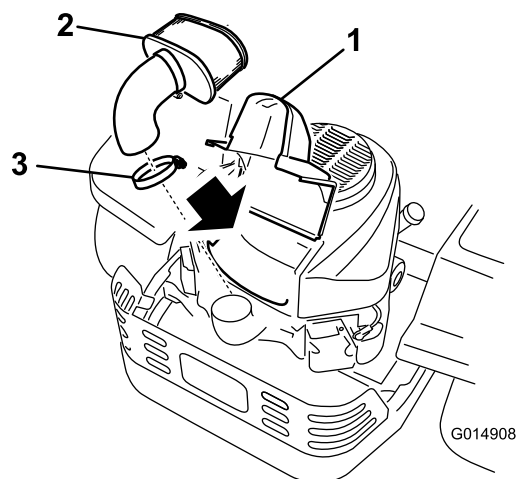

Figura 36
3. Limpie alrededor de la tapa del limpiador de aire para evitar que la suciedad penetre en el motor y cause daños. Levante la cubierta y retire la abrazadera que sujeta el conjunto del limpiador de aire al motor (Figura 36).
4. Afloje la abrazadera y retire el elemento de papel (Figura 36).